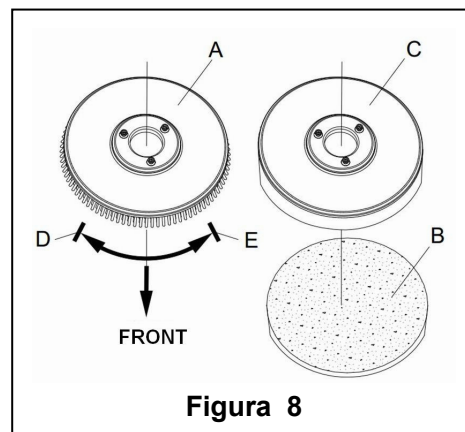

Figura 8
În funcție de tipul de pardosea care trebuie curățată, pe mașină se poate monta o perie (Figura 8, A) sau o bucată de material (Figura 8, B și C).
1. (Se aplică doar la tipurile **AS430B** și **AS510B**): verificați dacă conectorul (41) este pe poziția (O) deconectare.
2. Apăsăți mânerul-bară (2) pentru a se ridica corpul rezervorului (26).
3. Puneți peria (A) sau suportul de material (B – C) în locaș.
4. Utilizați mânerul-bară (2) pentru a coborî corpul rezervorului (26) și a veni în contact cu peria sau suportul de material de curățare.
5. Pentru instalarea automată a periei / suportului de material, puneți comutatorul de alimentare cu electricitate (41) pe poziția "I" și apăsați butonul de siguranță (1). Împingeți ușor mașina înainte pentru a permite roții de la baza rezervorului să se alinieze cu peria sau cu suportul de material care în acest fel vor fi montate. Apoi degajați comutatorul de siguranță. Dacă e necesar, repetați procedura până când peria/ suportul pentru bucata de material este instalată.
6. Dacă pasul 5 de mai sus se dovedește a fi greu de realizat, utilizați metoda manuală urmărind săgeata (D) ce indică sensul pentru montarea periei / suportului de material (după cum se arată în Figura 8).
7. Pentru demontarea automată a periei /suportului de material, puneți comutatorul (41) alimentării cu curent pe poziția "O". Țineți cu mâna mânerul-bară și apăsați mașina în jos până când roata de ghidaj atinge podeaua iar peria/ suportul de material e suspendată în aer. Puneți comutatorul de alimentare (41) pe poziția "I" și apăsați butonul de siguranță pentru a permite periei sau suportului de material să se rotească până ce cad pe podea.
8. Dacă pasul 7 de mai sus se dovedește a fi greu de realizat, folosiți metoda manuală, rotind peria /suportul de material în direcția opusă funcționării normale și în felul acesta se poate scoate. (așa cum se arată în Figura 8)